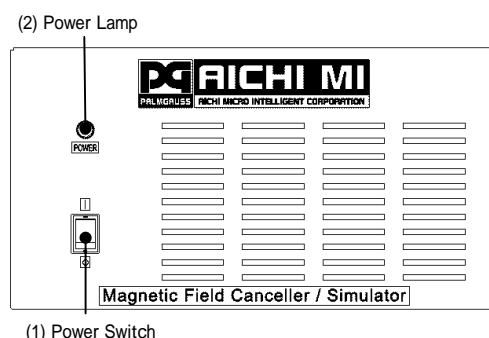

Fig. 4 Control box (front side)
3.4.1 コントロールボックス前面 (Fig. 4)
3.4.2 コントロールボックス背面 (Fig. 4)